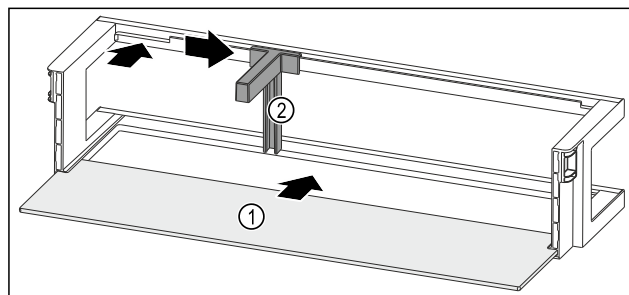

Fig. 96 Dørhulle med oppstillingsplass
- ▶ Skyv oppstillingsplassen Fig. 96 (1) inn i fordypningene på sidene.
- ▶ Sett inn flaskeholderen Fig. 96 (2) i fordypningen.
- ▶ Skyv flaskeholderen Fig. 96 (2) i ønsket posisjon til side.